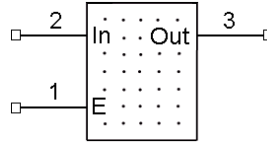

Рис. 5
- щелкнуть LB в центре экрана, ввести: DefaultPinName = In, DefaultPinDes = 2, нажать ОК и щелкнуть LB и RB в точке 20/25 . – рис. 5 (выводы слева);
- поставить цифру 3 над выводом: после Edit > Select при нажатой клавише Shift щелкнуть LB в центре цифры 3, отпустить Shift, нажать LB и перетащить цифру вверх (над выводом), после чего – отпустить LB – рис. 5.